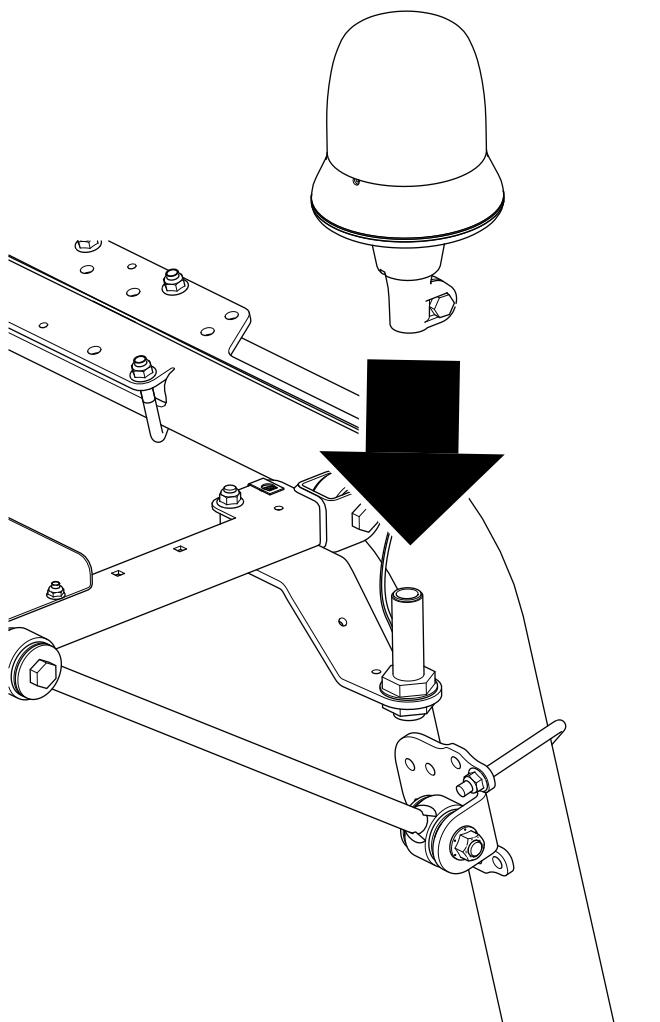

Figur 8
5. Montera varningslampans sockel i fästet enligt Figur 8.